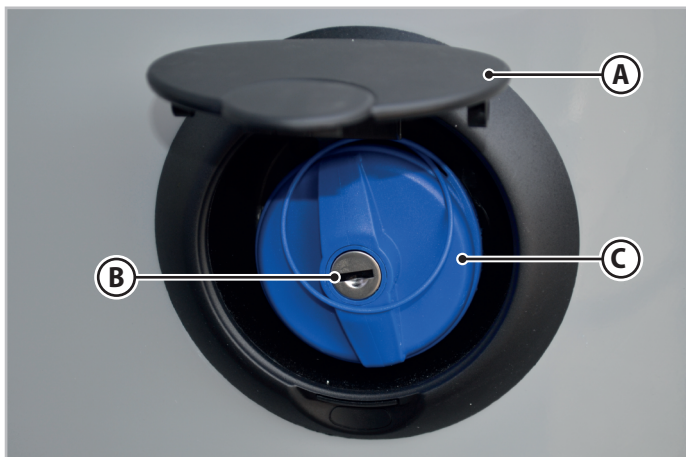

Fig.6.31 - Optankning af tanken med rent vand
1. Åbn klappen (**A** - Fig.6.31) for at få adgang studsén til optankning af vand på siden af køretøjet.
2. Sæt nøglen i låsen (**B** - Fig.6.31).
4. Drej proppen (**C** - Fig.6.31) mod uret og fjern den.